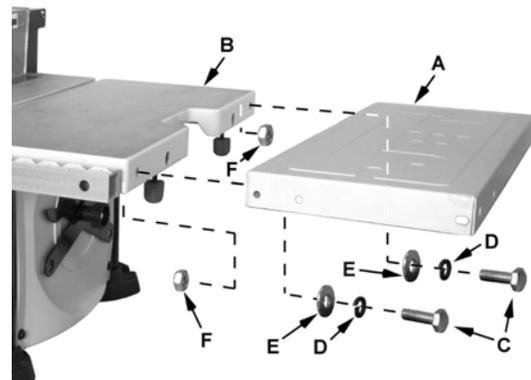

Figura 11
Modelo BTB – la prolongación de la mesa debe asemejarse a (A) en la Figura 11.